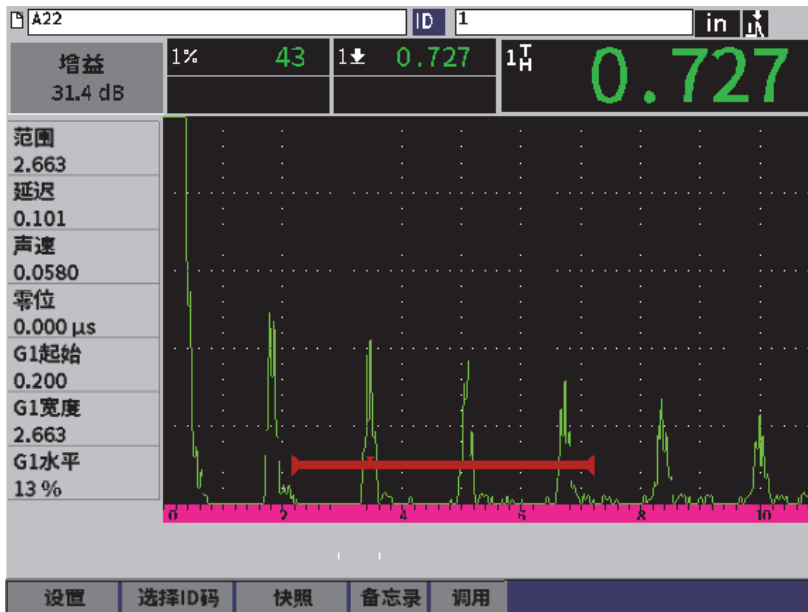

图 9-6 被保存文件的波形
将数据保存到文件后，可以查看所保存的设置和波形数据。波形和基本设置参数出现在一个屏幕中（参见第 124 页的图 9-6），完整的设置信息出现在另一个屏幕中（参见第 125 页的图 9-7）。
3. 按确定键，查看所保存的波形和基本设置数据（参见第 124 页的图 9-6）。